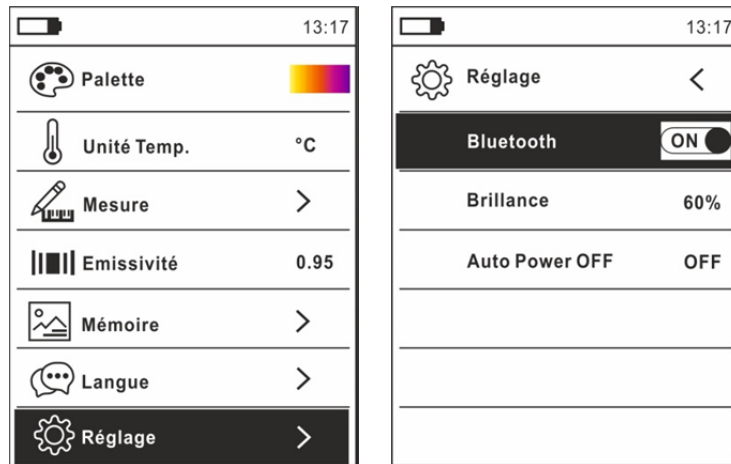

Fig. 19: Activation connexion Bluetooth
1. Appuyer sur la touche , sélectionner le menu « Réglages » et activer la connexion Bluetooth sur l'instrument (voir § 5.2) comme le montre la Fig. 19